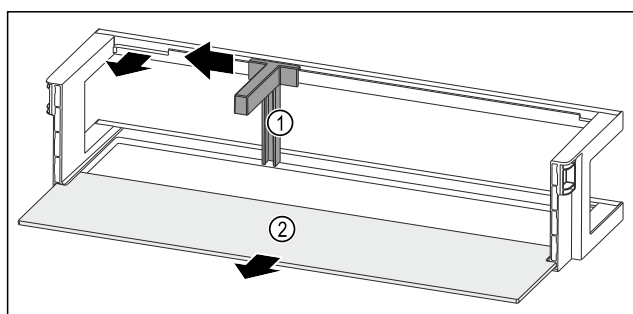

Fig. 252 Balconcino controporta con fermabottiglie e ripiano
- Spingere il fermabottiglie Fig. 252 (1) lateralmente fino all'incavo.
- Rimuovere il fermabottiglie Fig. 252 (1).
- Rimuovere il ripiano Fig. 252 (2).